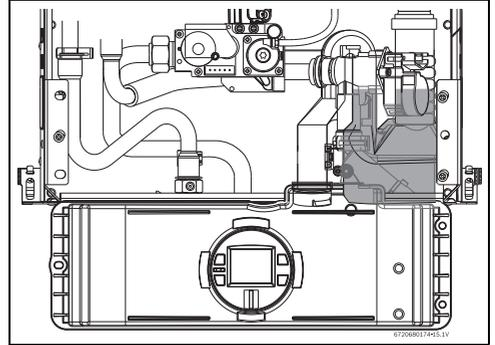

Fig. 52
- ▶ Comprobar el nivel de agua en el depósito de aguas condensados (consultar Fig. 52).